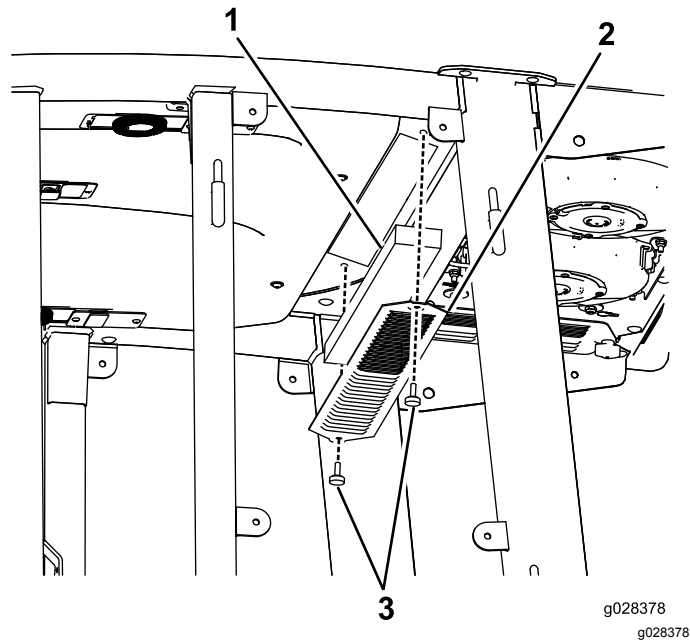

Figura 121
1. Retire los tornillos y las rejillas que cubren los filtros de aire interior y el trasero de la cabina (**Figura 121**).